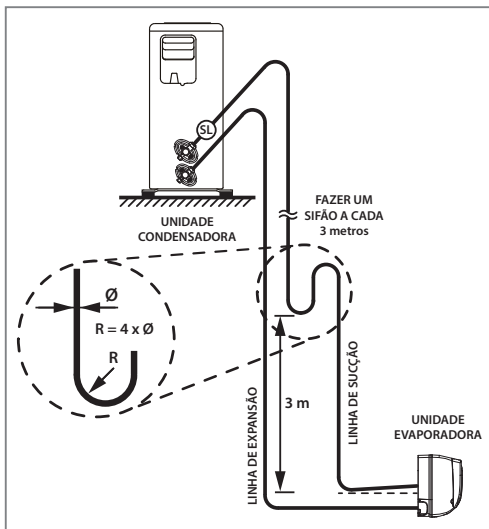

FIG. 12 - LINHAS DE INTERLIGAÇÃO
1. Quando a unidade condensadora estiver em um nível superior ao da unidade evaporadora, fazer sifões nas subidas da linha de sucção a cada 3,0 metros; considerando desde a saída da evaporadora (Fig. 12).
3. Inclinær as linhas horizontais de sucção no sentido do fluxo. (Fig. 12)